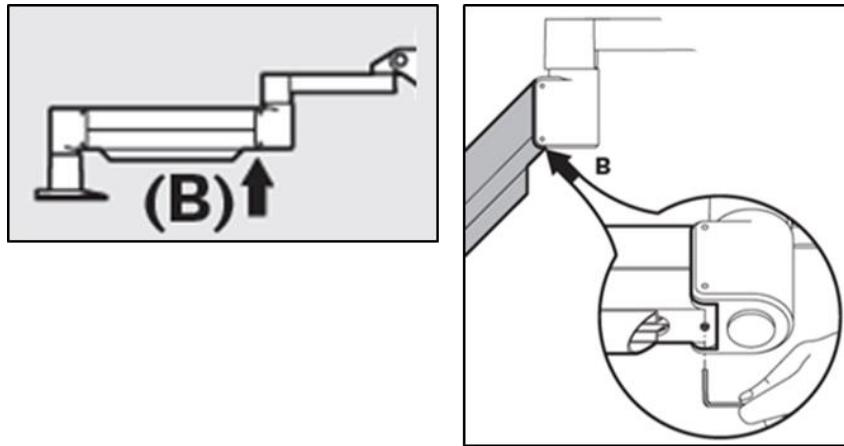

Bild 4-6. Lossa monteringsskruv B för motvikt
- Placera om armen horisontellt. Lossa den övre monteringsskruv B för motvikt genom att vrida skruven minst ett halvt varv. Använd en 3/32 insexnyckel. Se bild 4-6.
- Placera armen horisontellt och dra åt monteringsskruv B för motvikt tills kontakt bildas och dra sedan åt ett halvt till tre fjärdedelars varv. Se bild 4-6.